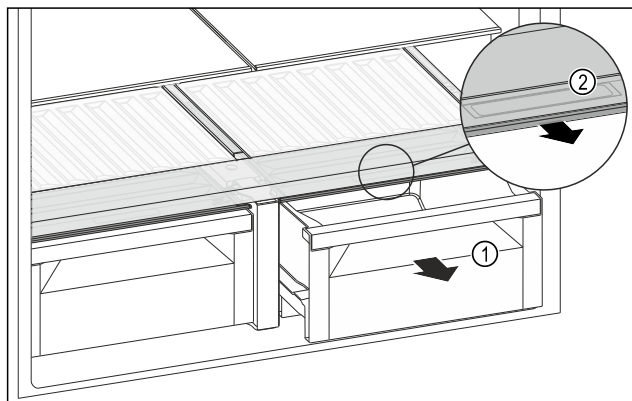

Fig. 122
- Estrarre il cassetto Fig. 122 (1).
- Afferrare la maniglia incassata Fig. 122 (2) sul coperchio dello scomparto e tirare allo stesso tempo in avanti il coperchio dello scomparto.